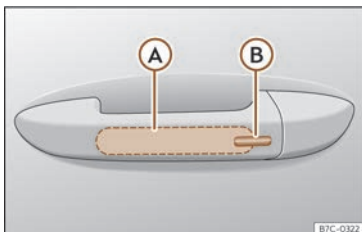

Fig. 47 Asa da porta: superficies sensoras.
>>> **fig. 47**
- Toque a superficie sensora >>> **fig. 47 (B)** situada no lado exterior da asa da porta. Todos os intermitentes escintilan unha vez.
- Antes de que transcorran 5 segundos, toque unha vez o sensor do lado exterior da asa da porta >>> **fig. 47 (B)**. Ao facelo, non agarre a asa. O sistema Keyless Access queda desactivado temporalmente.
Para **pechar coa función de confort** todas as fiestras eléctricas e o teito de vidro, manteña un dedo durante uns segundos sobre a superficie sensora de bloqueo >>> **fig. 47 B** da asa da porta ata que se pechen as fiestras e o teito.